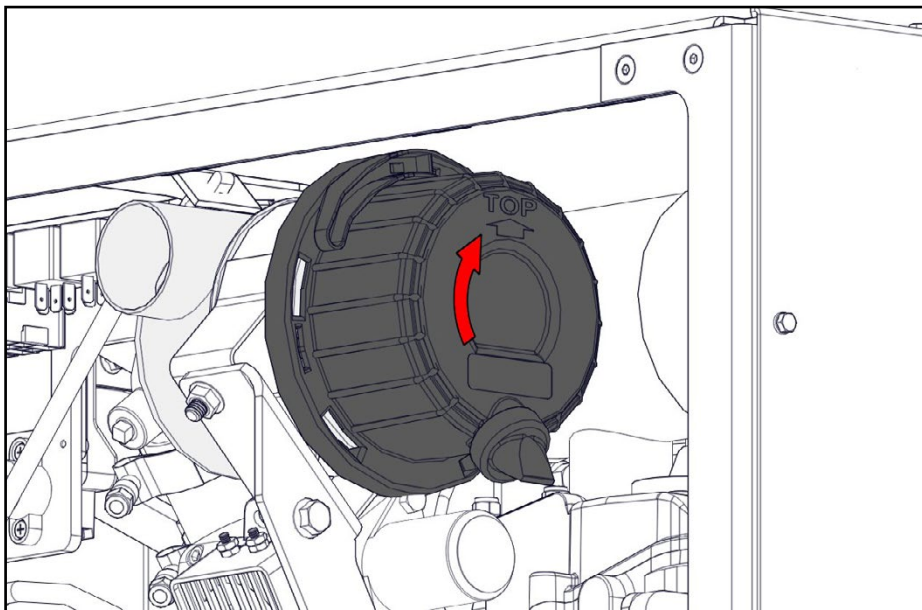

Figure 46 — Retirer le couvercle du filtre à air
- ☐ Tournez le couvercle du filtre à air dans le sens horaire jusqu'à ce que les verrous se dégagent, puis retirez le couvercle (Figure 46).